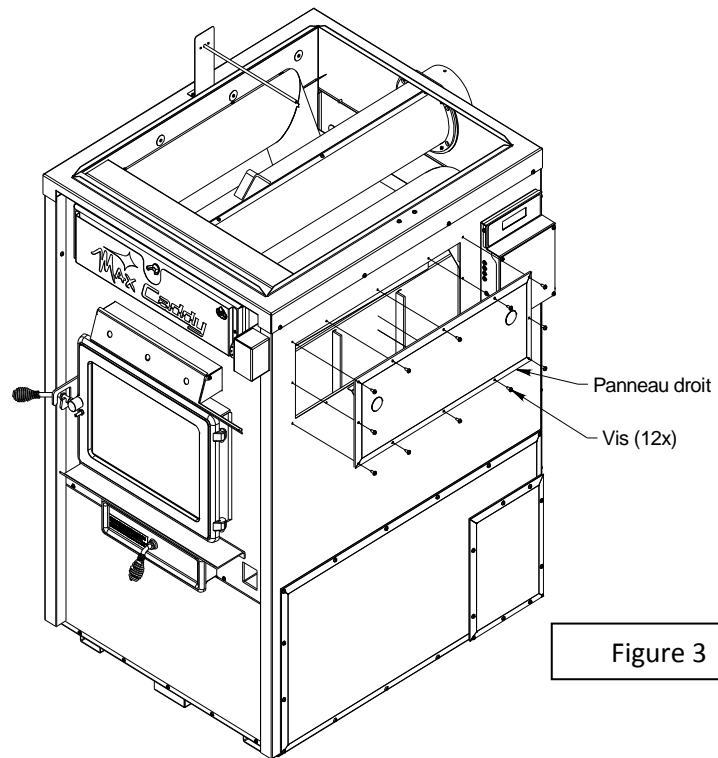

Figure 3
Étape 2: Enlevez le panneau droit tel qu'illustré à la figure 3 et conservez les vis pour l'étape 5.